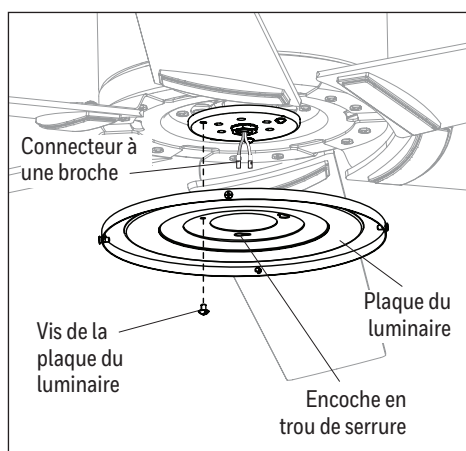

Figure 5.6
6. Retirez l'une des trois vis de plaque de fixation préassemblées à la plaque de fixation et desserrez les deux autres vis sans les retirer. Faites passer le connecteur à une broche dans le trou central de plaque du luminaire. Alignez les encoches en trou de serrure de la plaque du luminaire sur les vis desserrées de la plaque de fixation. Tournez la plaque de luminaire dans le sens des aiguilles d'une montre et remplacez la vis de plaque de fixation retirée précédemment. Serrez toutes les vis (Figure 5.6).